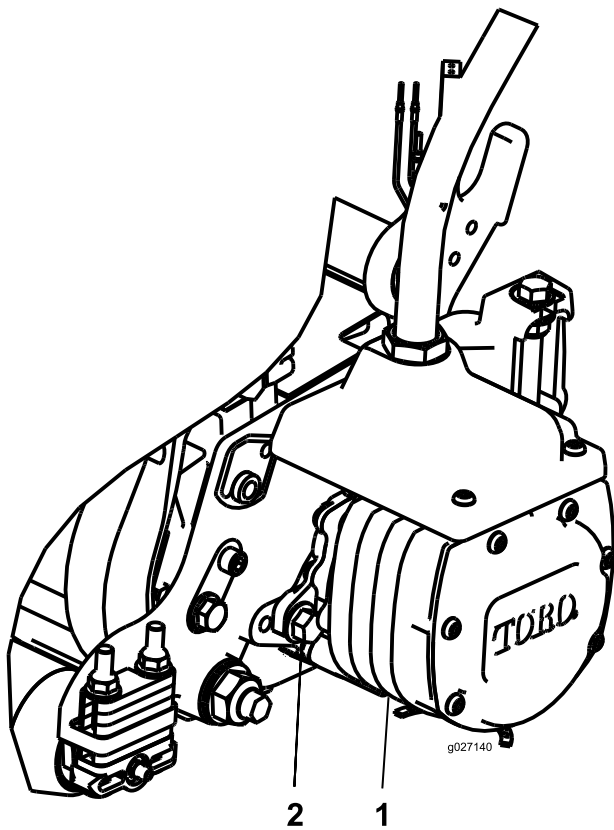

Bild 24
3. Richten Sie den Motor so am Mähwerk aus, dass der Motorflansch auf die Schrauben im Uhrzeigersinn aufgesetzt werden kann (Bild 24).